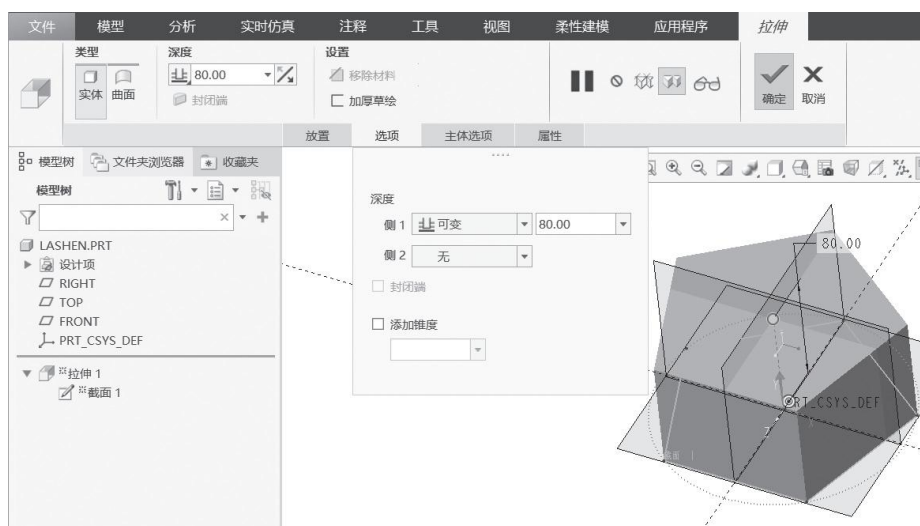

图 2-2-11 “拉伸特征”操控板
(5) 在“拉伸特征”操控板中, 指定拉伸特征深度的方法为“盲孔”(此为默认设置), 输入“深度值”为 80.00, 如图 2-2-11 所示, 单击“确定”按钮。